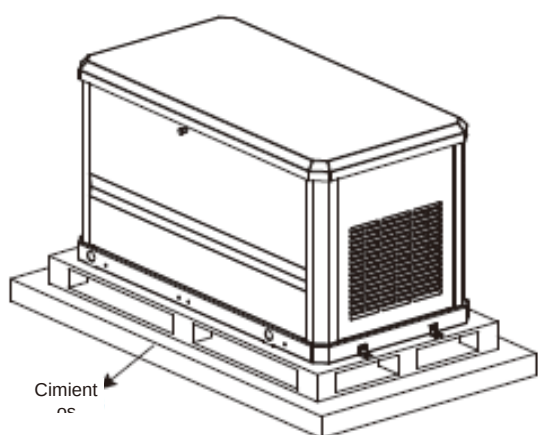

Figura 4-1
1. Transporte la máquina junto con el pallet hasta la base de instalación (Figura 4-1);